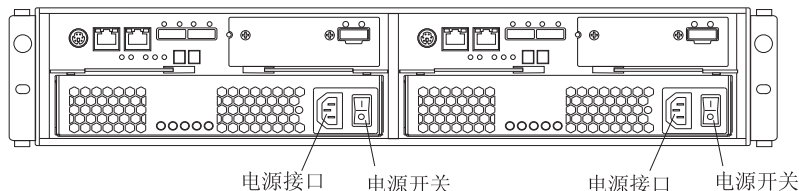
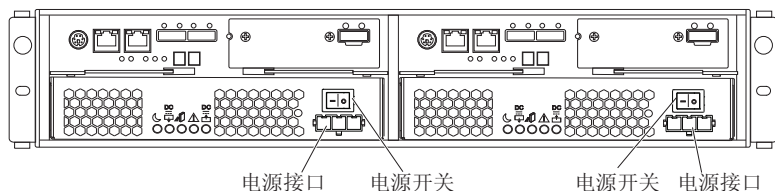

图 4-1. DS3500 交流型号电源开关和接口
图 4-2. DS3500 直流型号电源开关和接口
6. 打开存储子系统后部的两个电源开关。图 4-1 显示了交流电源开关的位置。图 4-2 显示了直流电源开关的位置。